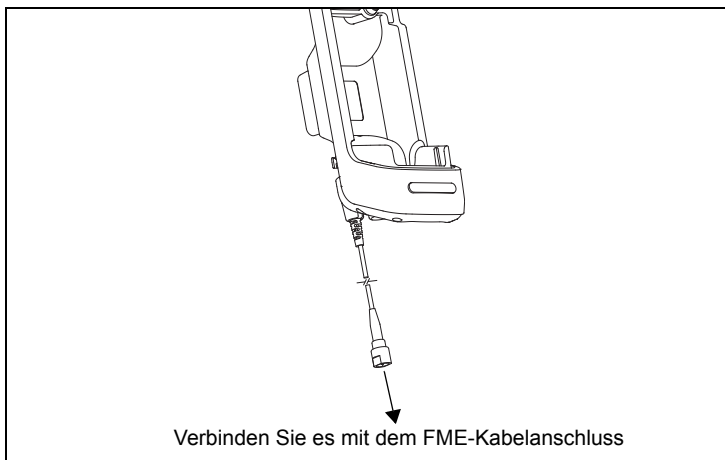

Abbildung 6: HF-Kabelverbindung von der Ladestation zum FME-Kabelanschluss
6. Schließen Sie das 1 m FME-Kabel vom „CAR KIT“-Eingang des Duplexers an das RF-Kabel an. Siehe Abbildung 6.